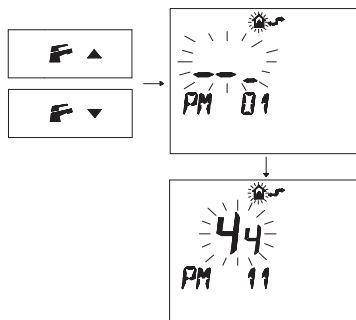

Figura 5.61
- Premere i pulsanti $\mathbb{F} \blacktriangledown$ o $\mathbb{F} \blacktriangle$ per visualizzare la programmazione "PM11" della postcircolazione pompa (Figura 5.61).